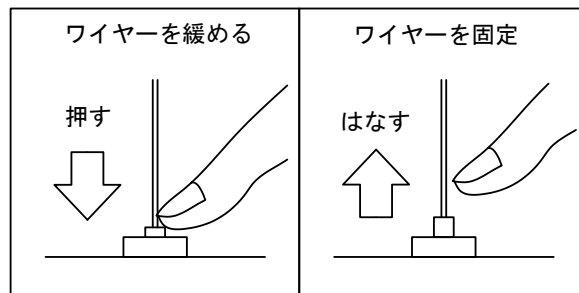

図 2
7. 器具の高さを調整する場合は、ワイヤー調整金具を緩めて、ワイヤーの長さを調整してください。(図2)